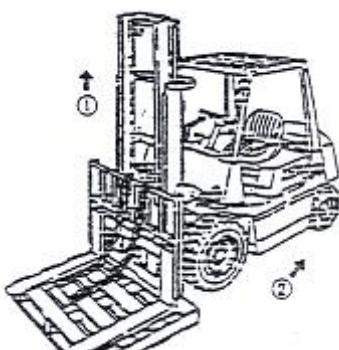

Рисунок 2-31
- (1) Поместите паллет на вилы погрузчика и поставьте его на ровную поверхность.
- (2) Опустите вилы, чтобы паллет коснулся земли
- (3) Отсоедините верхнее крепление цепи и снимите цепь с колеса.
- (4) Поднимите внутреннюю мачту (Поз. 1 на Рис. 2-31).
- (5) Сдайте на погрузчике назад после подтверждения того, что рама вил была отсоединенна от внутренней мачты (Поз. 2 на Рис. 2-31).
- (6) Замените главный ролик.